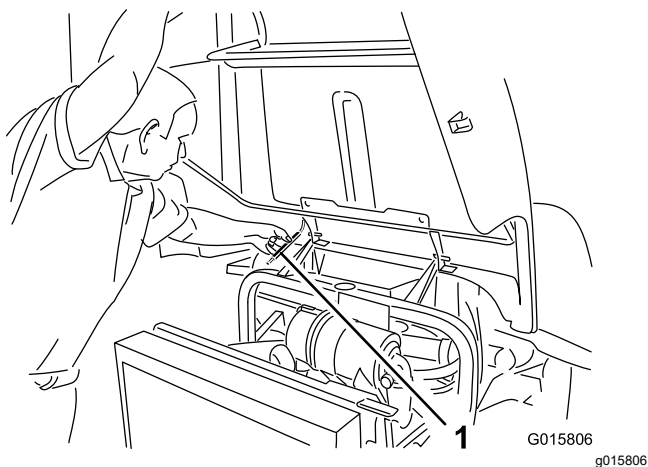

図 65
2. フレームチューブの下に支え棒が入る高さまでフードを持ち上げる 図 65。